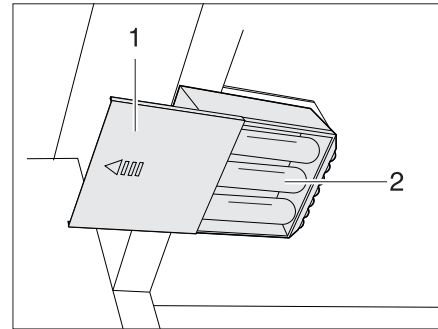

Bild 162 Kleiderschrankleuchte mit LED, Batteriefach geöffnet
- Neue Batterien (Bild 162,2) gleichen Typs polrichtig (+/-) einsetzen.